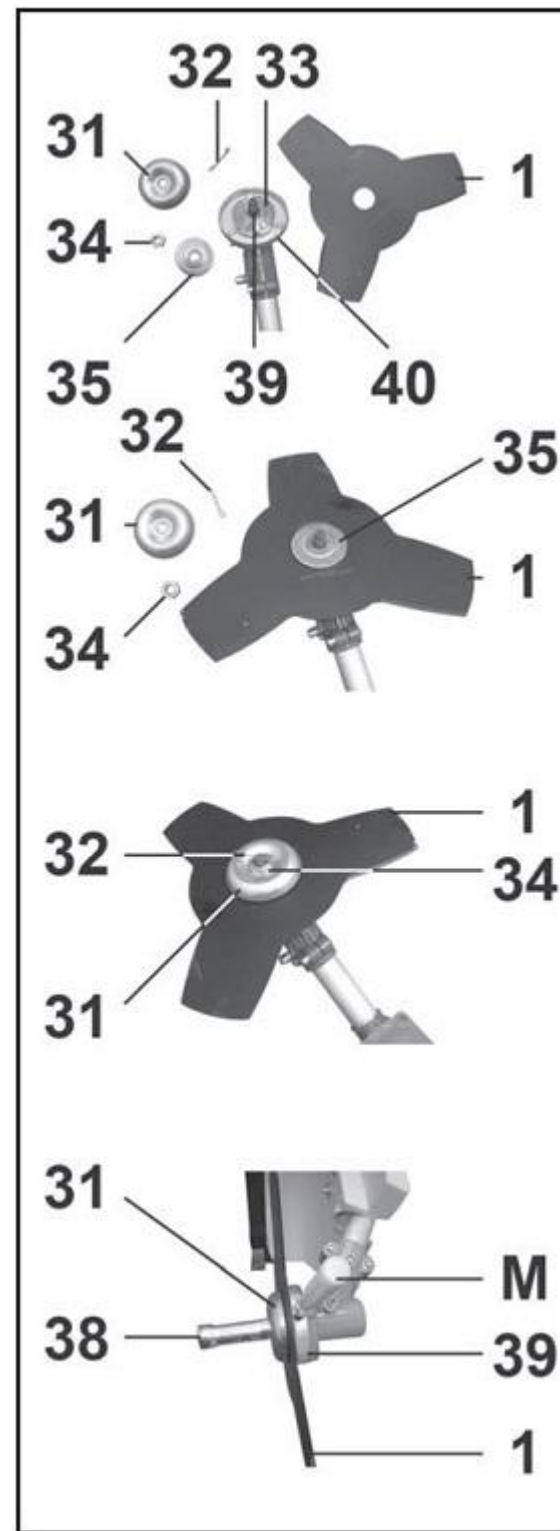

Рис. 6
6.4. Установка ножа, Рис. 6
6.4.2. Совместите отверстия чашки (40) и внутреннего фланца (33) и, как показано на Рис. 6, установите отвёртку (M).
6.4.4. В последовательности, как показано на Рис. 6, установите наружный фланец (35), шайбу (31) и положение ножа (1) надёжно зафиксируйте гайкой (34).
6.5. Установка триммерной катушки (Рис. 6, 7)
6.5.1. Демонтируйте шплинт (32). Совместите отверстия чашки (40) и внутреннего фланца (33) и, как показано на Рис. 6, установите отвертку (М). Скрутите гайку (34). Демонтируйте нож (1) и детали его крепления (см. п. 6.4.).